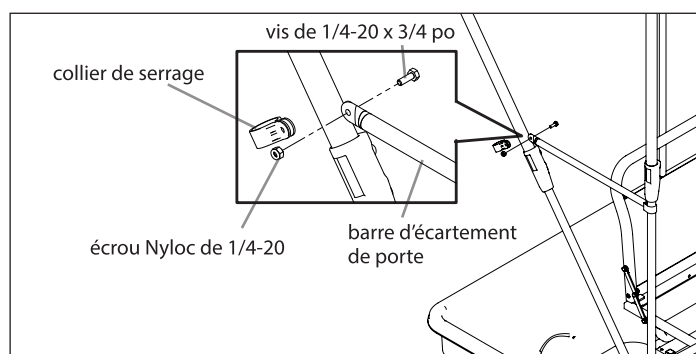

FIGURE 13
19. Attacher les barres d'écartement latérales arrière (15706) à la traverse supérieure arrière. Elles se fixent de la même façon que les barres d'écartement précédentes. Effectuer cette opération des deux côtés. Une fois que les deux barres d'écartement sont en place, les accrocher à la traverse supérieure centrale. Cela permet de tenir la traverse supérieure centrale en place. **VOIR FIGURE 13**